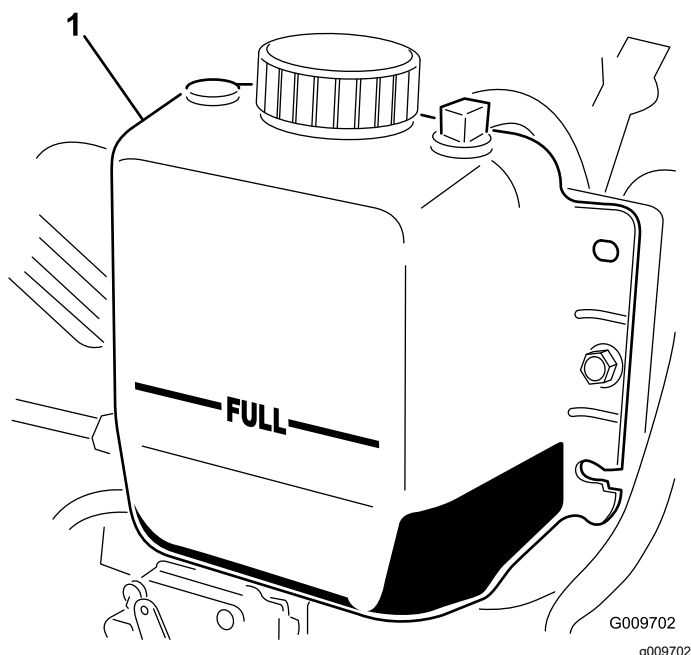

Figure 72
3. Contrôlez le niveau de liquide de refroidissement dans le radiateur. Le radiateur doit être rempli jusqu'en haut du goulot de remplissage et le vase d'expansion jusqu'au repère MAXIMUM (Figure 72).